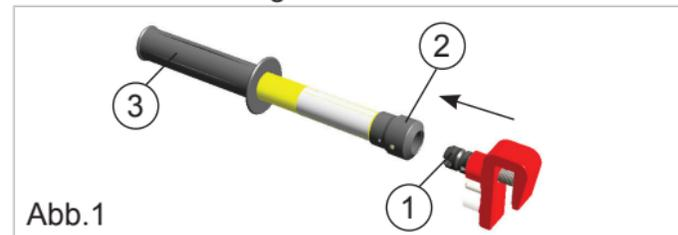

Abb.1
Stecken Sie den schwarzen Adapter (1) der Anschlussklemme bis zum Einrasten in die Aufnahme (2) des Drehmoment-Handgriffs (siehe Abb.1). Halten Sie den Drehmoment-Handgriff am Griff (3) und positionieren Sie die Anschlussklemme auf der Anschlussstelle der Schiene. Drehen Sie den Griff (3) gleichmäßig im Uhrzeigersinn \curvearrowright - bis er auslöst.